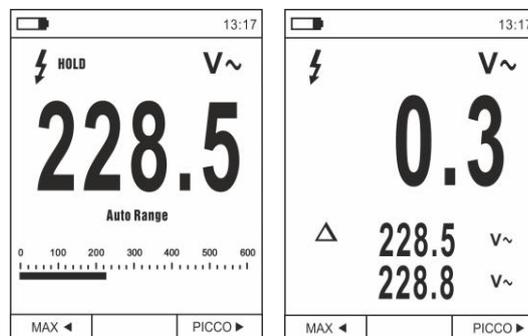

Fig. 8 Misura relativa
1. Premere a lungo il tasto **HOLD/REL** per entrare nella misura relativa (vedere Fig. 8 – parte destra). Lo strumento azzerà il display e salva il valore visualizzato quale valore di riferimento a cui saranno riferite le successive misure. Il simbolo "Δ" è mostrato a display. Le funzioni "MAX/MIN" e "PICCO" non sono attive in questa modalità